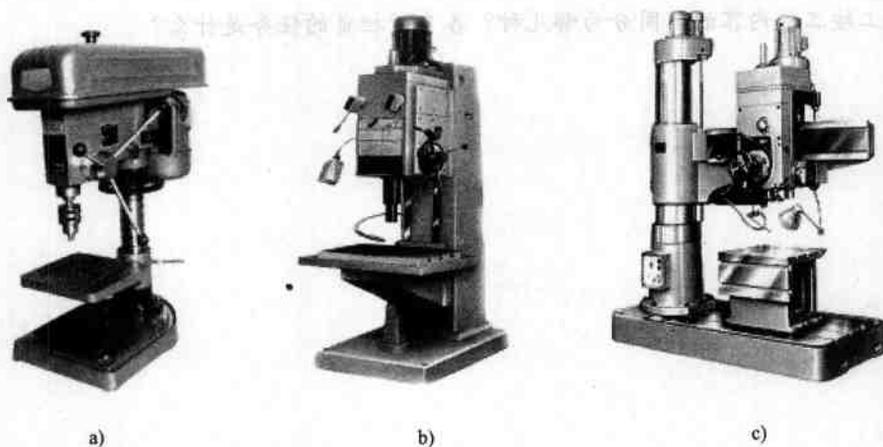

图 1—10 钻床
(4) 钻床 用于对工件进行各类圆孔的加工, 有台式钻床、立式钻床和摇臂钻床等, 如图 1—10 所示。